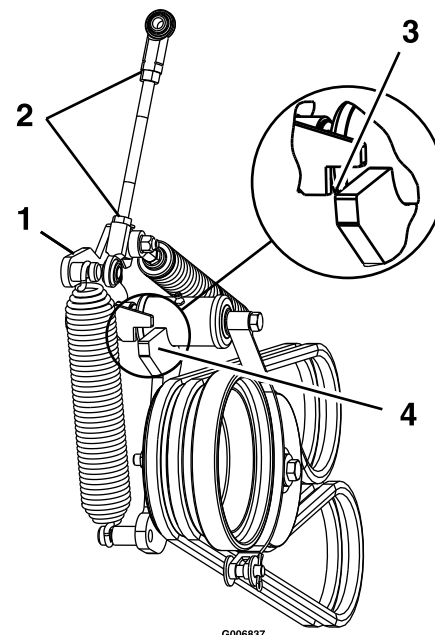

Figura 56
12. Afloje las contratuercas y ajuste el acoplamiento hasta que el extremo superior del brazo de la polea tensora esté alineado con el borde inferior de la muesca del brazo tensor, según se muestra en Figura 56.